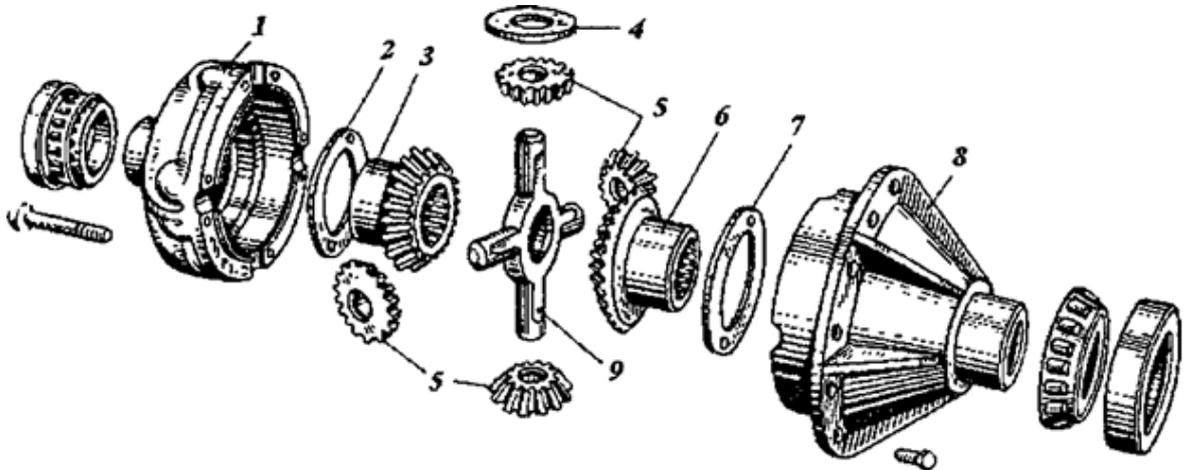

Рис. 1.9. Дифференциал
60. ПОРЯДОК ПЕРЕДАЧИ КРУТЯЩЕГО МОМЕНТА ЧЕРЕЗ ДИФФЕРЕНЦИАЛ (РИС. 1.9):